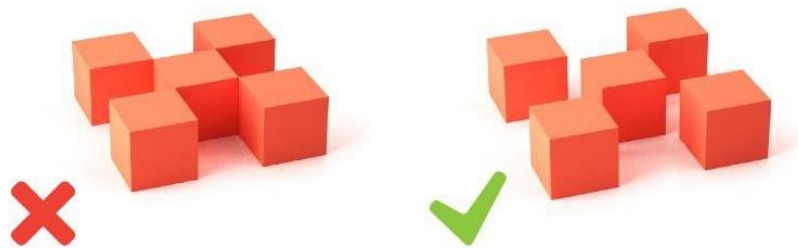

Рис.13. Сопряжение граней
4. **Сопряжение грани** (рис.13): место, где элементы имеют общую грань, обладает минимальной толщиной. Между объектами должен быть зазор, минимальная величина которого зависит от используемого материала.